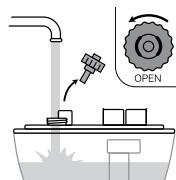

Рис. 3
- Открните крышку резервуара для воды против часовой стрелки и залейте воду в емкость (рис.3). Температура воды не должна превышать 40 градусов.